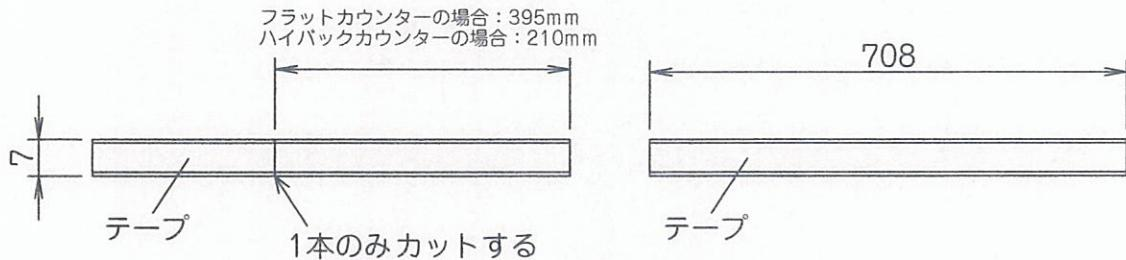

図12-3-1
(3) ミラー用見切り部材の取付方法
①2本あるミラー見切り部材のうち、1本を所定の長さにカットしてください。(図12-3-1)